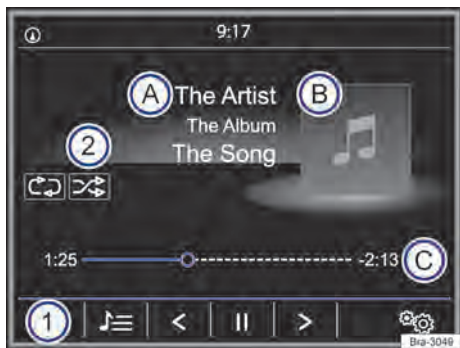

Fig. 136 Menu principal MEDIA.
– Pressionar o botão do rádio  para abrir o menu principal *MEDIA* → Fig. 136.
As fontes de mídia que são reproduzidas atualmente são exibidas na superfície de função na parte inferior esquerda → Fig. 136 ①.
- **OU**: no menu principal *MEDIA* tocar na superfície de função → Fig. 136 ① e selecionar a fonte de mídia desejada.